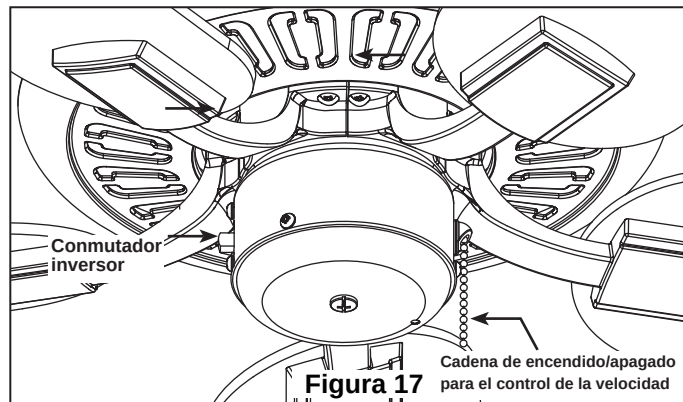

Figura 17
- ☐ 3. Si desea que el flujo de aire se desplace en la dirección opuesta, apague el ventilador y espere a que las aspas se detengan. Luego deslice el conmutador inversor a la posición contraria y vuelva a encender el ventilador. Su modelo de ventilador está equipado con un interruptor de cadena de 4 posiciones y 3 velocidades. (Figura 17)